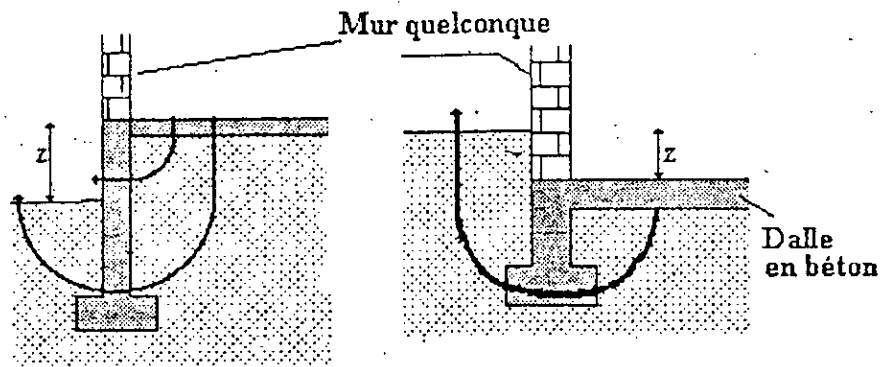

Figure III-3 : cas d'un plancher sans isolation
- Plancher sans isolation spécifique. (Figure III-3)